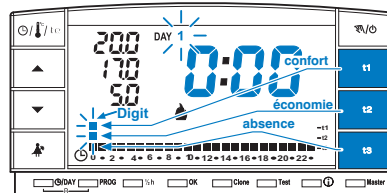

fig. 9
Les deux digits de t1 et t2 se réfèrent à l'heure 0:00 ainsi que le numéro 1 correspondant au Lundi (fig. 9) s'afficheront en clignotant sur l'écran.
- Le choix de la température et de l'heure (digit clignotant) se fera en appuyant sur la touche correspondante (t1, t2 et t3) (fig. 9).